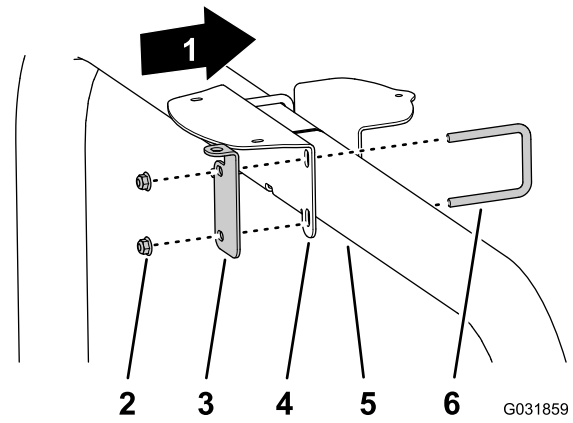

Bild 125
- Wenn die Maschine mit GNSS und dem CDMA- oder GSM-RTK-Berichtungsmodemkit ausgerüstet ist, befestigen Sie die Empfängerbefestigung und die RTK-Antennenhalterung mit den zwei U-Bügeln und vier Sicherungsbundmuttern (3/8") am Überrollschutzhorn (Bild 125).